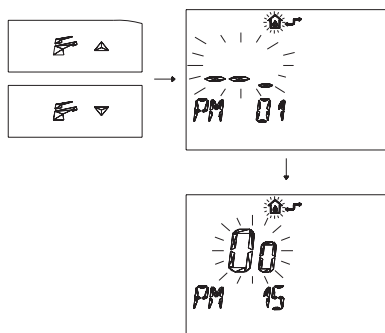

Figura 5.31 Remoto.
- 3 Premere i pulsanti  o  per visualizzare la programmazione "PM 15" abilitazione della sonda esterna (Figura 5.31)